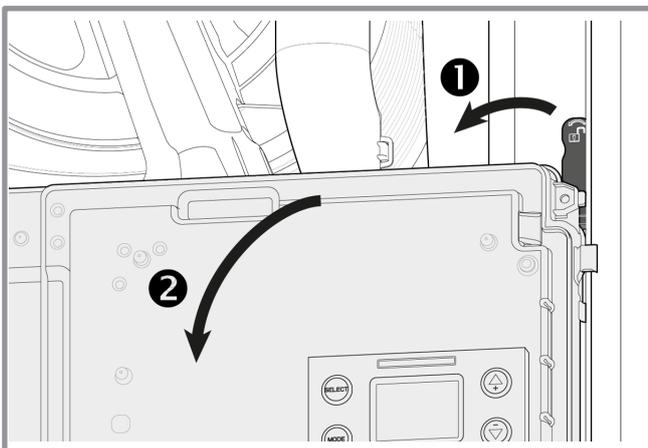

figura 32 - Acceso al cuadro eléctrico
- Gire el cuadro eléctrico (figura 32).
- Desconecte el tubo de evacuación de los condensados ①.
- Suelte el silenciador (vea más adelante - ② - ③).